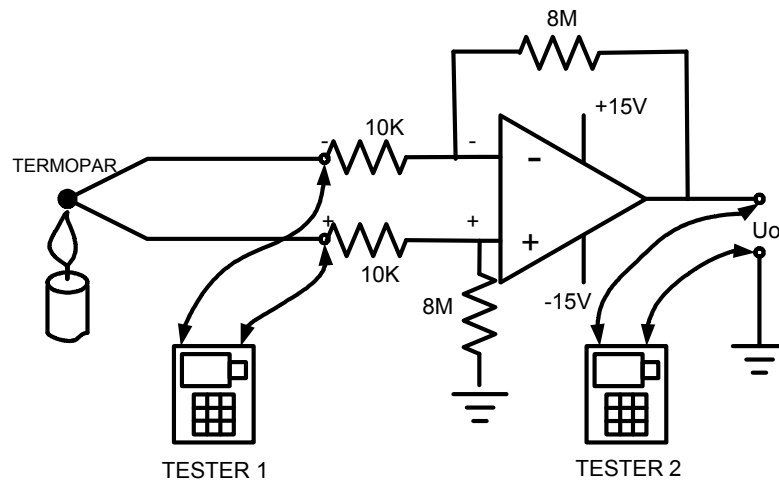

FIGURA 2
5.- Ejecute el circuito de la figura 2, realice la medición de los milivoltios generados en las termocuplas tipo T, J y K y la tensión de salida U_o , cada 5 °C.